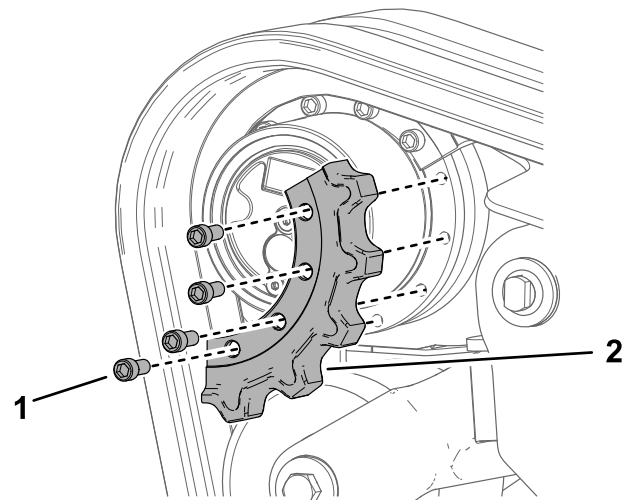

Figure 72
1. Vis (4)
12. Déposez le segment du pignon (Figure 72).
6. Appliquez du frein-filet sur les boulons du segment du pignon d'entraînement que vous avez déposé et posez le segment (Figure 72). Serrez les boulons à un couple de 247 à 301 N·m (182 à 222 pi-lb).